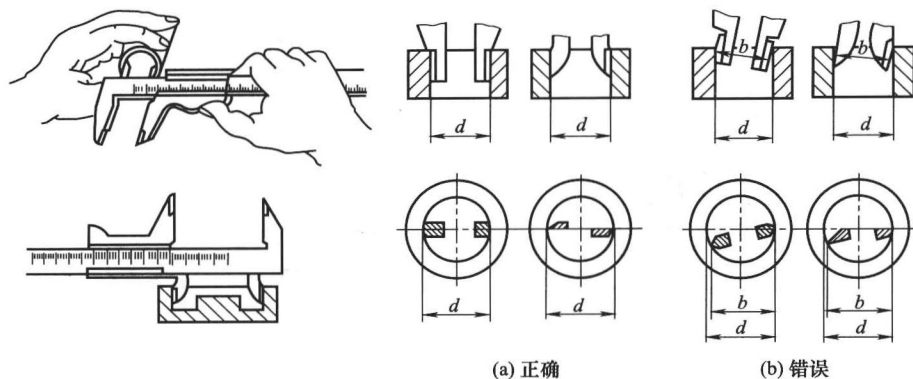

图 1-7 测量内尺寸的方法
4) 测量内尺寸时,量爪应张开到略小于被测尺寸。测量时两爪应在孔的直径上,不得倾斜,如图 1-7 所示。